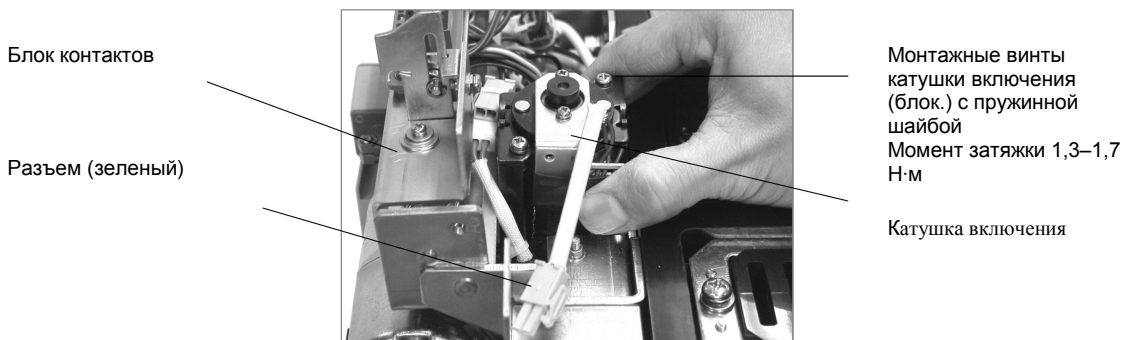

Рисунок 51. Отсоединение катушки включения
6) Проверните монтажные винты катушки восемь или десять раз для того, чтобы ослабить их, и отсоедините колодку разъема (зеленая). Затем отсоедините катушку включения. См. рис. 51 (Монтажные винты конструктивно заблокированы и не могут быть извлечены из катушки включения).